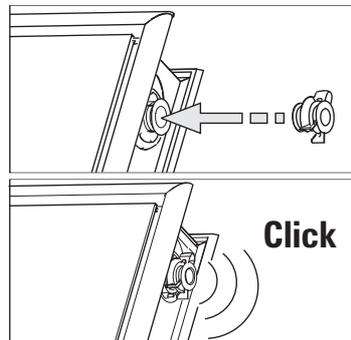

Fig. 3-30 Introducir las tapas finales
4. Coloque las tapas finales en los tubos de conexión del colector todavía abiertos hasta que encajen las garras de retención (fig. 3-30).